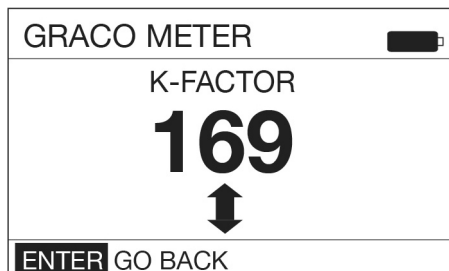

图 30
10. 请注意，当前的 k 系数将会显示。在图 30 中所示的示例中，k 系数为 169。